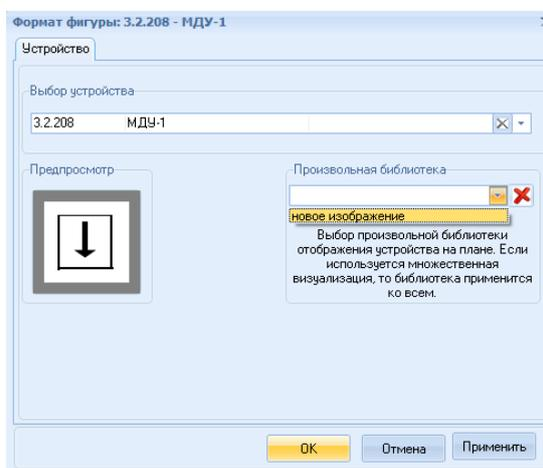

Рисунок 5.15
- Свойства, позволяет открыть окно «Формат фигуры». В строке **Выбор устройства** можно выбрать устройство из раскрывающегося списка. В строке **Произвольная библиотека** можно выбрать изображение устройства из библиотеки устройств. Для замены изображения устройства используется независимая копия устройства. Изображения устройств создаются и редактируются во вкладке Библиотека (создание библиотеки См. 12). Если не используется множественная визуализация устройств, то выбранное изображение будет применено только к данному устройству (Рисунок 5.15).